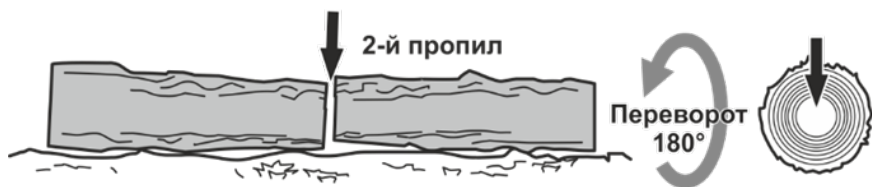

Рисунок 11. Схема остаточного розпилу колоди з протилежного боку.
2. Перевернути колоду та розпиляти її з протилежного боку (рис. 11).